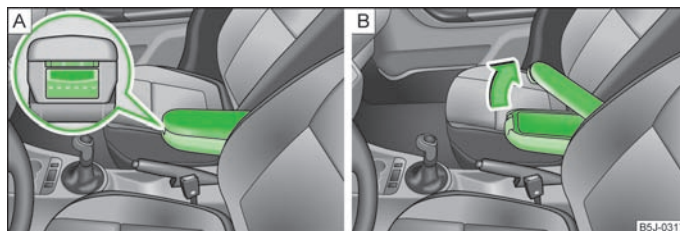

Abb. 69 Armlehne: Ablagefach / Ablagefach öffnen
- › Die untere Taste an der Stirnseite der Armlehne drücken » Abb. 69 - A.
- › Die obere Taste drücken und den Deckel des Ablagefachs nach oben klappen » Abb. 69 - B.